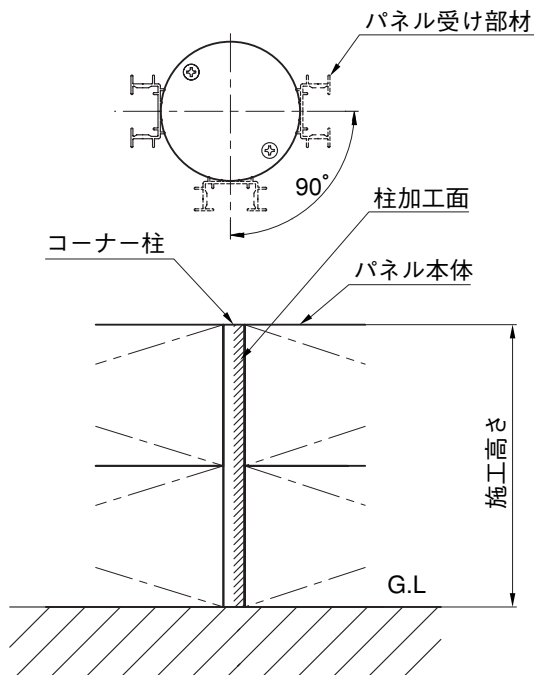
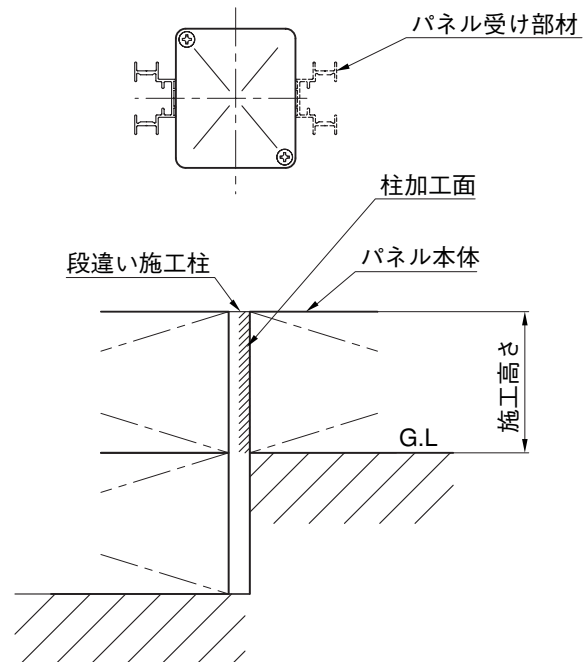
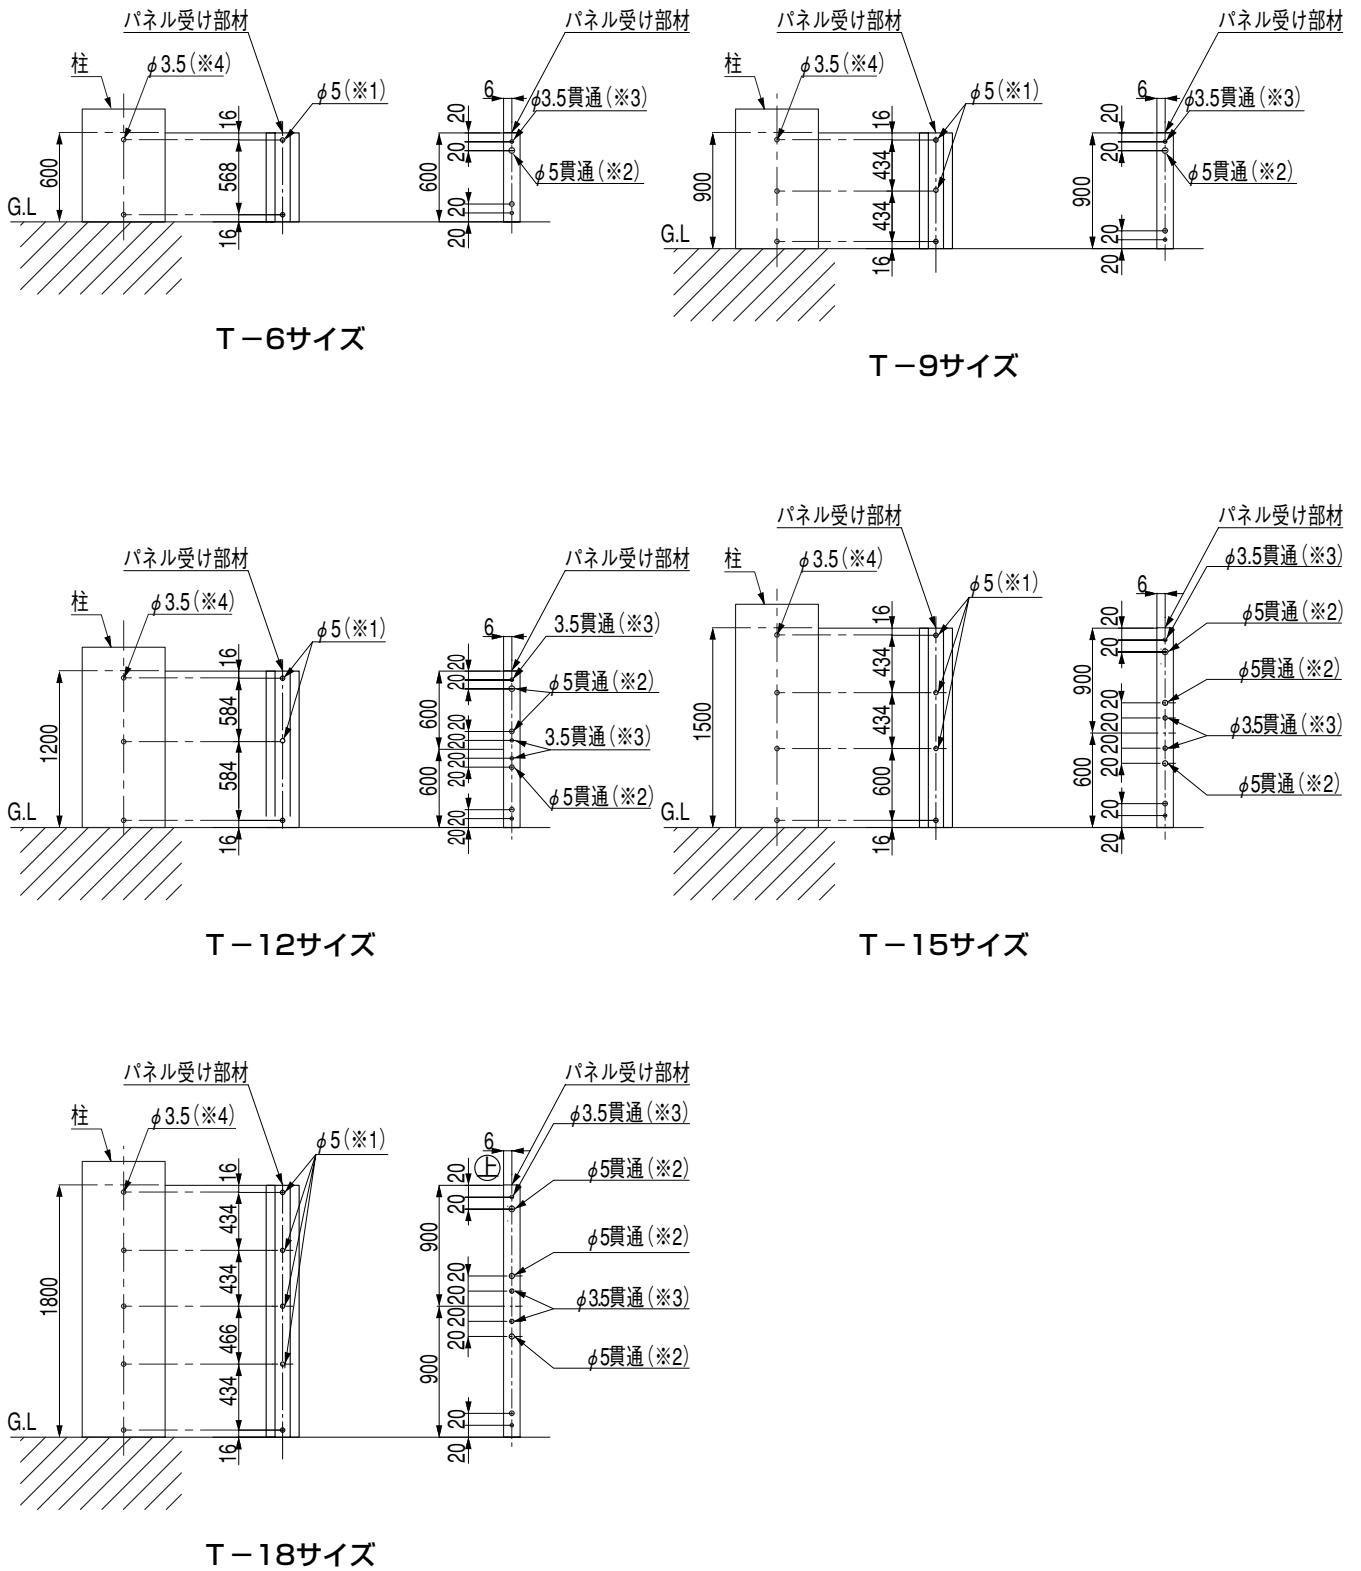
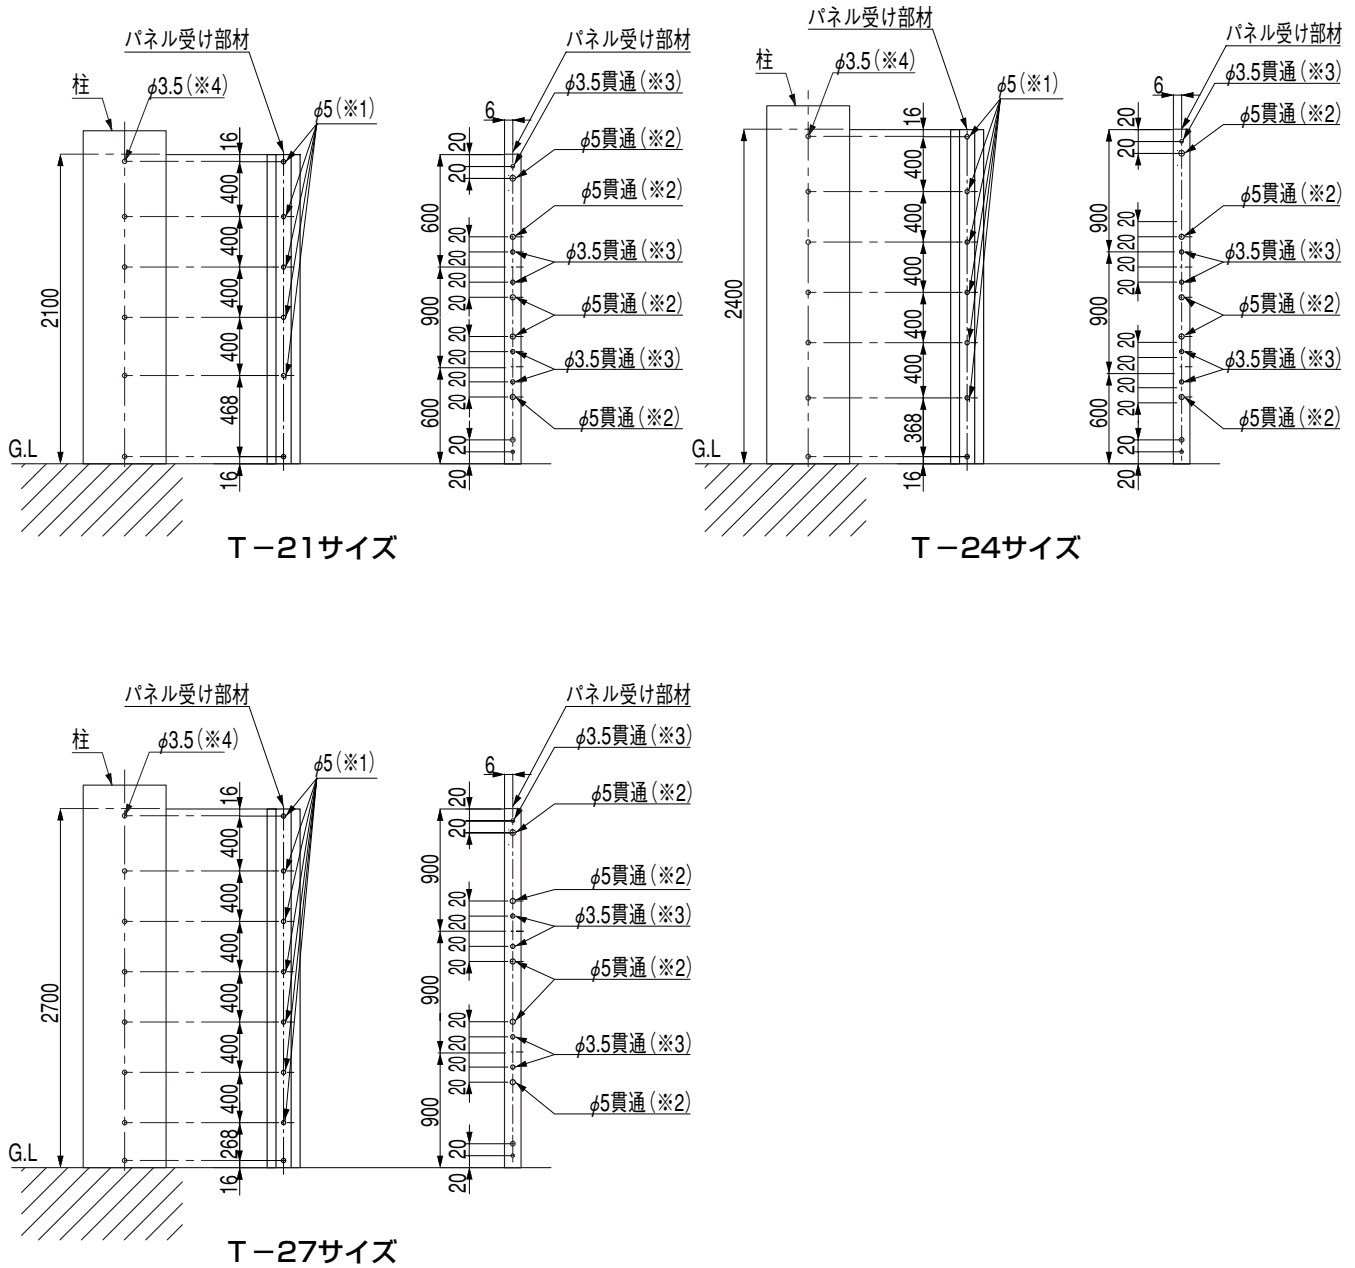

図3-1 コーナー柱の場合
図3-2 段違い施工柱の場合
図3-3
図3-4
(図3-1,図3-2,図3-3,図3-4参照)
- コーナー柱の場合、パネル受け部材の取付け位置は、図3-1の角度の範囲内です。